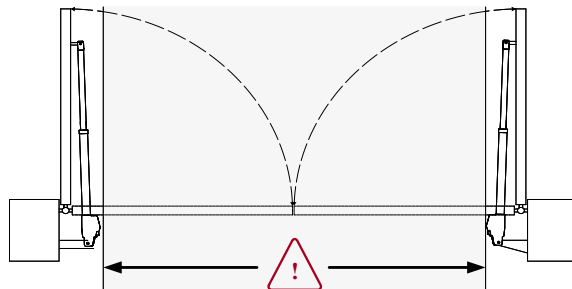

Рисунок 4
- Учтите, что при открытии створок наружу ширина проезда может быть уменьшена, так как приводы выступают в сторону проезда *рис. 4*.